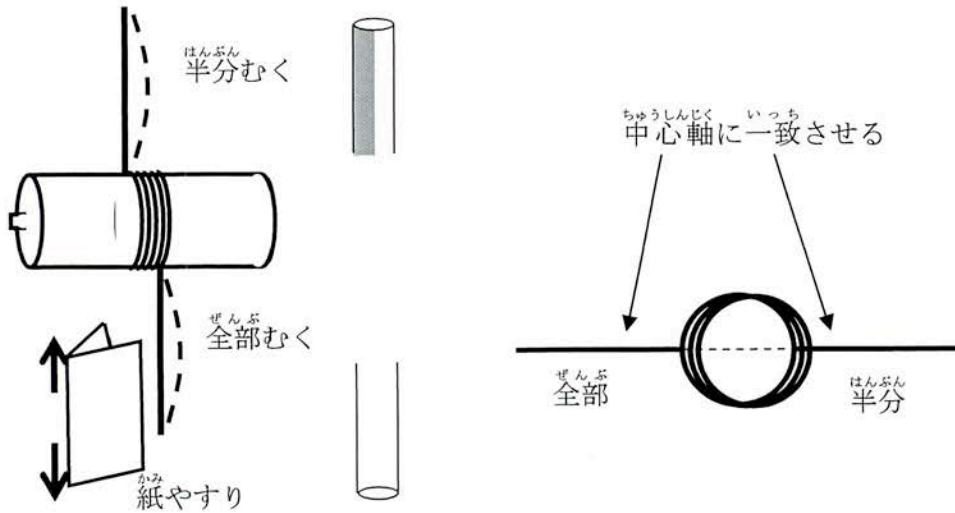

図6
(2) コイルの両端のエンメル線を紙やすりではがします(図6)。このとき、片方は全部、もう片方は半分だけはがします。最後にコイルの両腕が中心軸と一致するように形を整えてください。